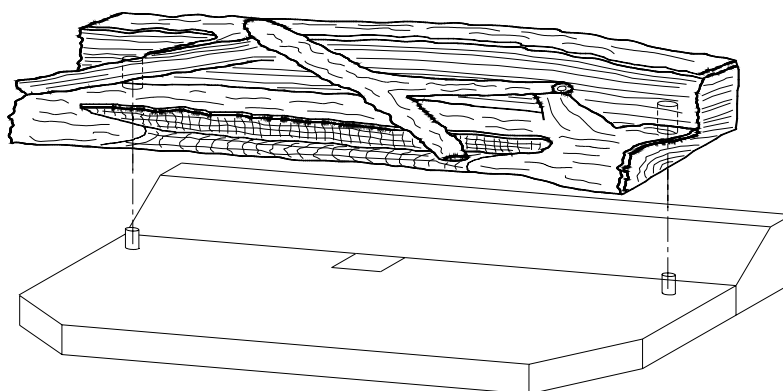

Figure 18
3. En le soulevant, dégagez le jeu de bûches des tiges de positionnement situées sur le plateau du brûleur tel qu'illustré à la figure 18 et enlevez-le.